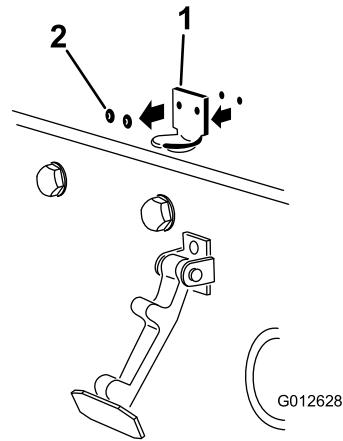

Figura 13
2. Rimuovete i 2 rivetti che fissano la staffa del fermo del cofano al cofano (Figura 13) e rimuovete la staffa del fermo del cofano dal cofano stesso.